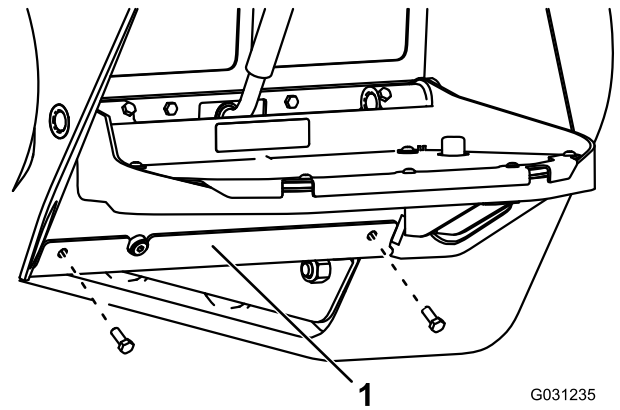

Figura 67
4. Retire los 2 pernos que sujetan la placa inferior, y retire la placa (Figura 67).
8. Instale la placa inferior (Figura 67).